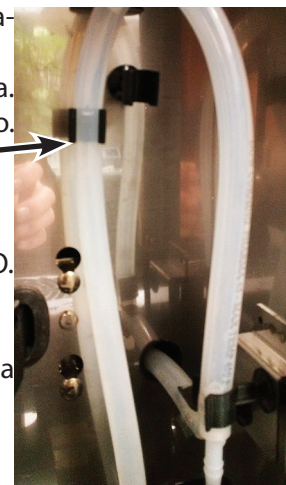

Figura 5
3. Revise la mirilla para confirmar que el baño de agua está lleno (Ver Figura 5)